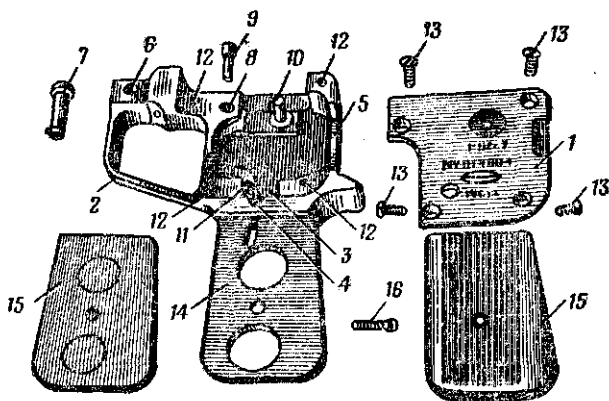

Рис. 13. Корпус ударно-спускового механизма:
**Корпус** (рис. 13) имеет крышку, предохранительную скобу, окно для спускового крючка, паз для шептала, гнездо для боевой пружины с пазом для выколотки, гнездо для стопора предохранителя и его пружины, вырез для курка и вырез для соединения корпуса ударно-спускового механизма со стволом. Кро-